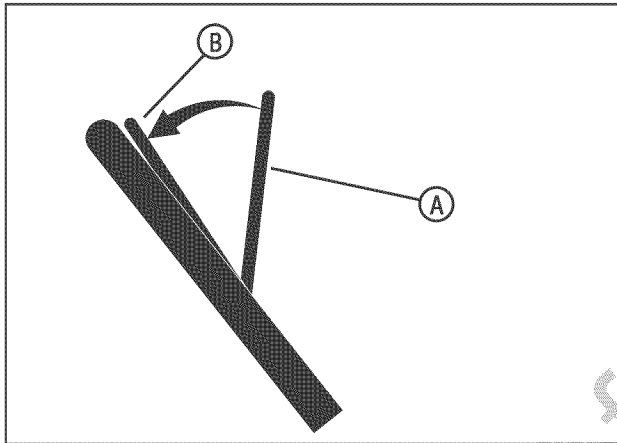

Figura 11: Operación de la palanca de parada del motor
Libere la palanca de parada del motor (A, Figura 11) y el motor y la cuchilla se detendrán automáticamente. Para mantener en funcionamiento el motor, sostenga la palanca de parada del motor en la posición de operación (B).
1. Sostenga la palanca de parada del motor (A, Figura 11) en la posición de operación (B).